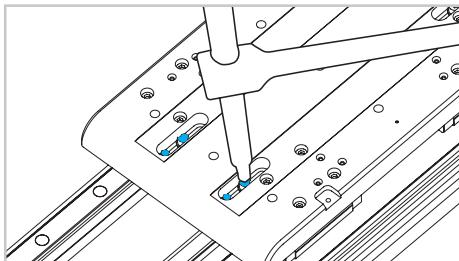
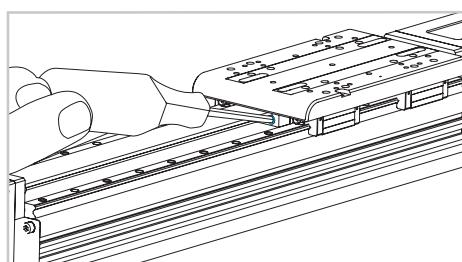
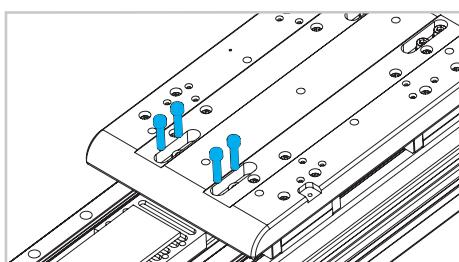

Abb. 4
Abb. 3
Abb. 5
- 2) Entfernen Sie das Riemenspannelement und lösen Sie die senkrechten und waagerechten Schrauben am Laufwagen (Abb. 3 - Abb. 4 - Abb. 5)